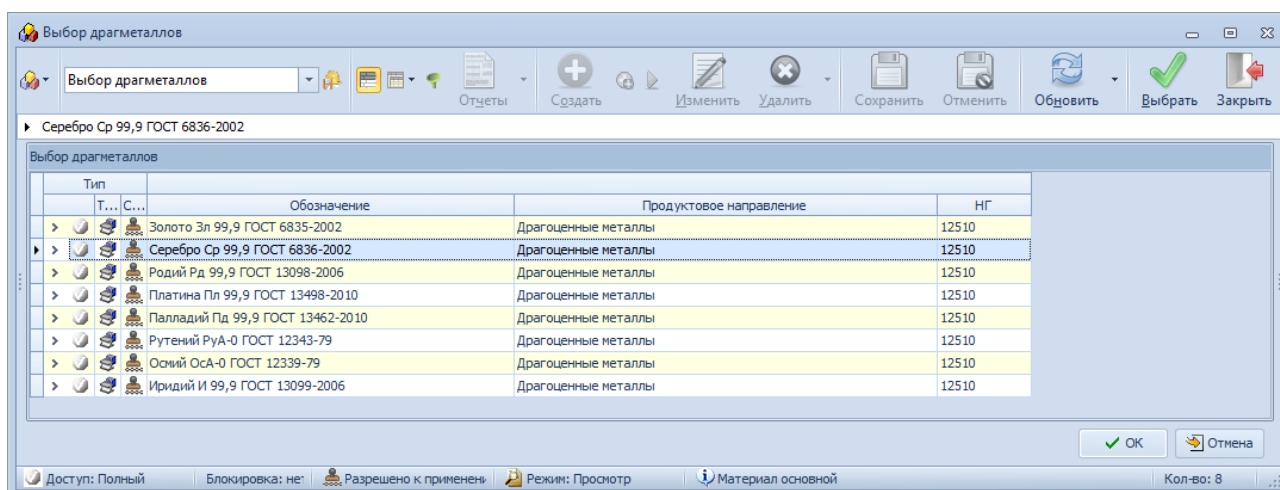

Рисунок 204. Пример выбора номенклатурной позиции драгметалла
В результате — откроется окно «**Выбор драгметаллов**» (рис. 204).
2.1.2 В списке драгметаллов выбрать нужную номенклатурную позицию и выделить её щелчком левой кнопки мыши (рис. 204).